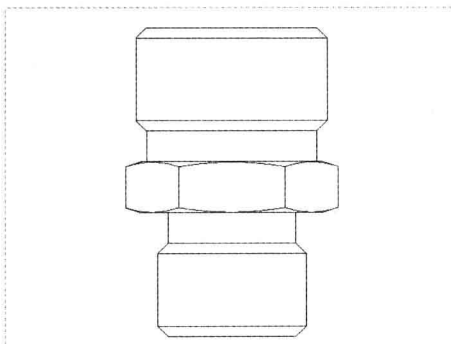

图 12-33 图形文件
Step 01 按【Ctrl+O】组合键, 打开图形文件, 如图 12-33 所示。